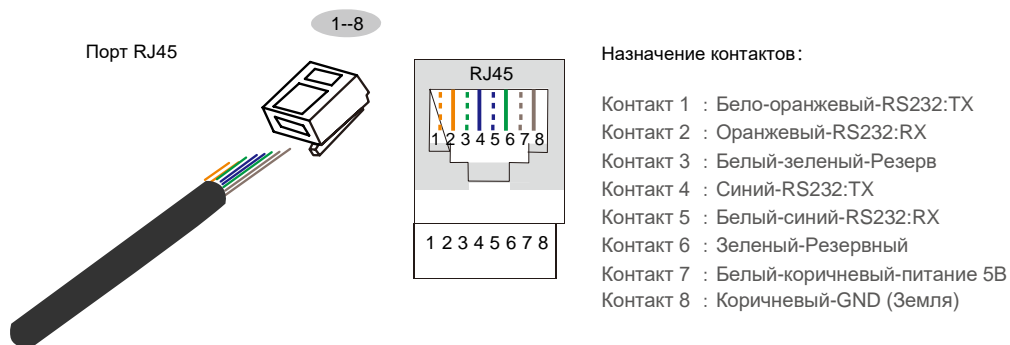

Рисунок 2-15 Назначение порта 232.
2. Порт RS232 используется для с внешним адаптером SNMP. Порт RS232 адаптирован под соединение RJ45. Назначение контактов порта RS232 показано на Рис. 2-15.